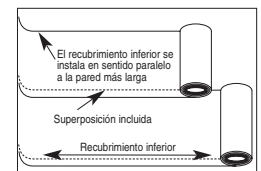

Figura 12
- El contrapiso del piso flotante está equipado con una cinta de doble faz para facilitar el entintado de las juntas precortadas traslapadas (Figura 12). Si se usa un contrapiso sin adhesivo, coloque la cinta que se incluye en todas las juntas.